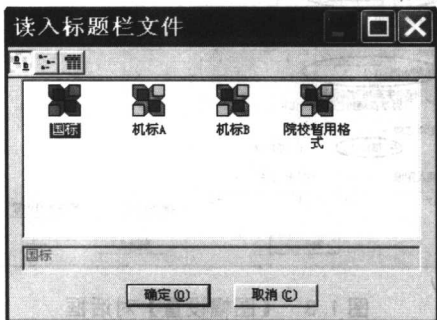

图 1.6 【读入标题栏文件】对话框
- (1) 选择主菜单的【幅面】|【调入标题栏】命令，弹出如图 1.6 所示的对话框。